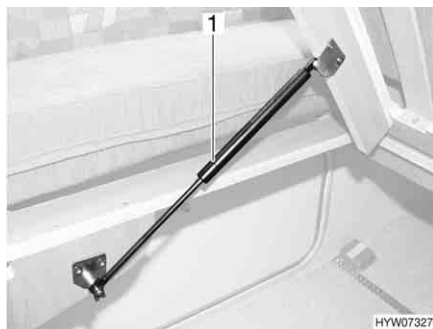

Fig. 109 Cama fixa
- Levante o estrado. As molas pneumáticas a gás (Fig. 109,1) mantêm o estrado em posição aberta.